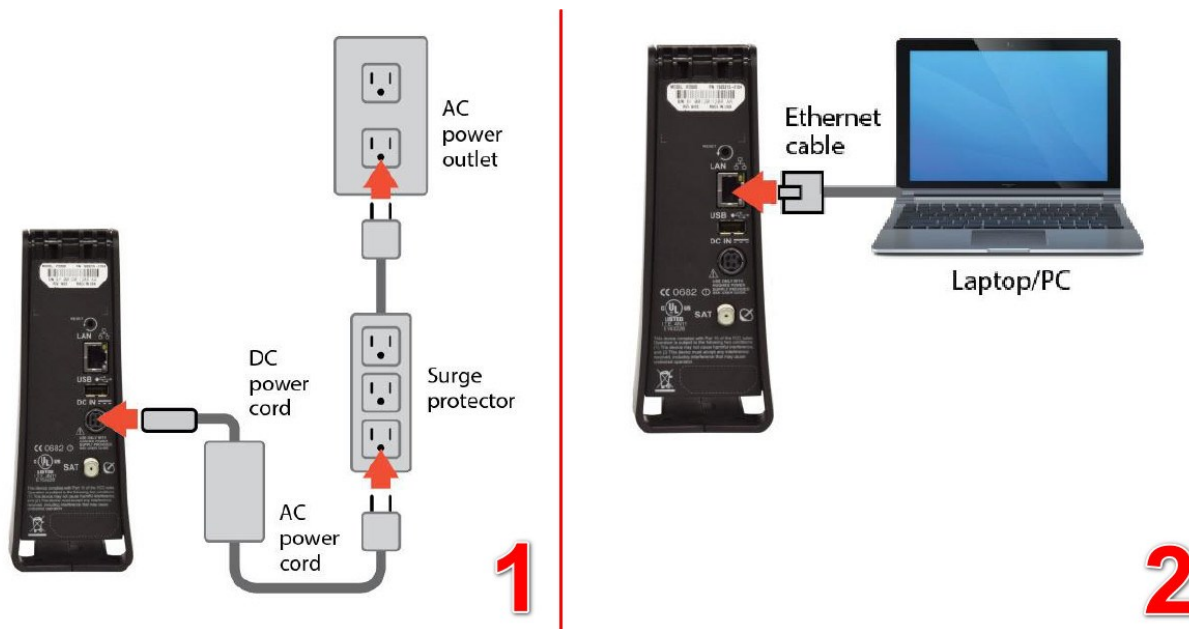

Рисунок 5. Подключение ПК к модему
1. Для начала настройки подключите модем к сети электропитания. Витой парой (кабель 1.5м входит в комплект поставки) подключите ПК к LAN порту модема (**рисунок 5**). На модеме должен загореться индикатор LAN. Если индикатор LAN не загорается проверьте состояние кабеля от ПК до модема, проверьте наличие индикации на LAN-порту вашего компьютера, рабочая индикация на порту: верхний желтый, нижний зеленый либо оранжевый - оба варианта рабочие.